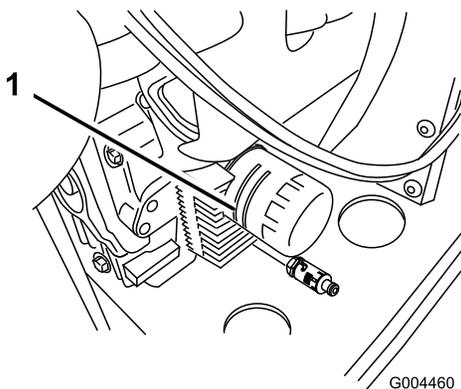

Figura 37
2. Retire el filtro usado y limpie con un paño la superficie de la junta del adaptador del filtro (Figura 37).